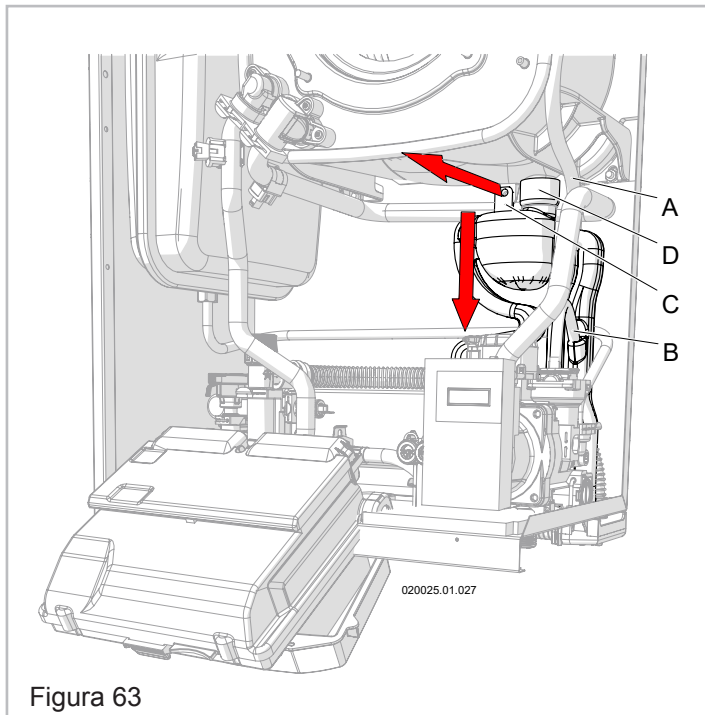

Figura 63
5. - Sfilare verso l'esterno il supporto "C" dal sostegno di tenuta (Figura 63);